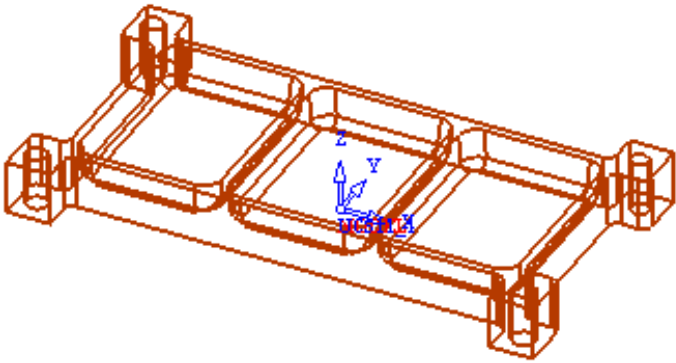

图 5-61 选择所有曲面（2）
- 展开“零件”选项,单击“零件曲面”按钮,然后单击“选择”工具栏上的选择所有按钮,系统选中所有曲面;此时图形中所有曲面高亮显示,如图 5-61 所示。